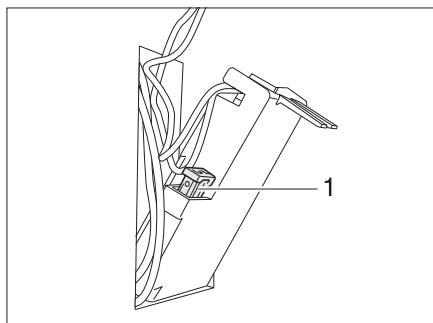

Bild 201 Sicherung der Thetford-Toilette
- Die Sicherung (Bild 201,1) wechseln.